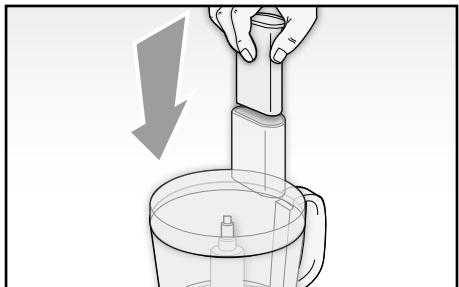

Fig. 8
- Se durante il funzionamento si rendesse necessario aggiungere alimenti, utilizzare il foro presente sul coperchio (O). Spingere gli alimenti inseriti con l'ausilio del premicibo (G) (Fig. 8).
- Per interrompere il funzionamento dell'apparecchio agire sulla manopola (A) e posizionarla su "0".